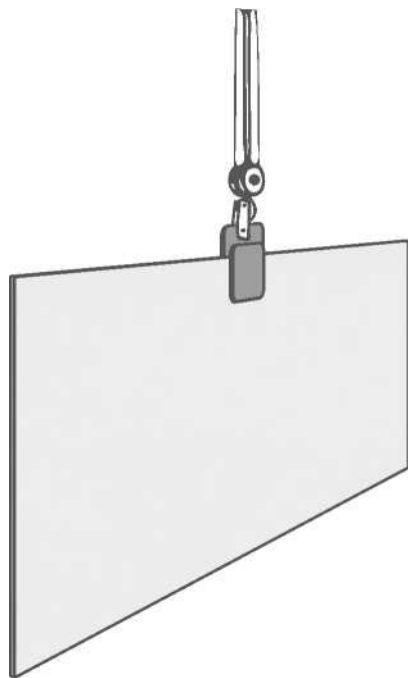

Рис. 1
**При підйомі кожної плити** затискач повинен бути виконаний строго по її центру, щоб зрівноважувати її вагу та обмежувати її коливання (див. рис. 1). Коли плита опускається вниз за допомогою затискного пристрою, обов'язково переконайтеся, що між нею та попередньою плитою не залишається вільного місця.